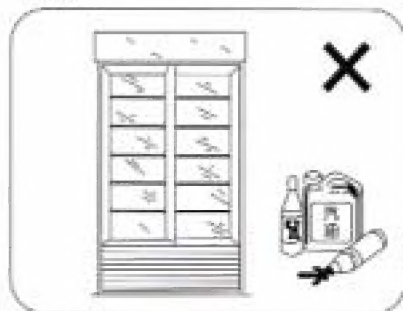

图8
3. 展示柜内严禁放入易燃易爆的危险品，以及强腐蚀性的酸、碱等物品（图8）。